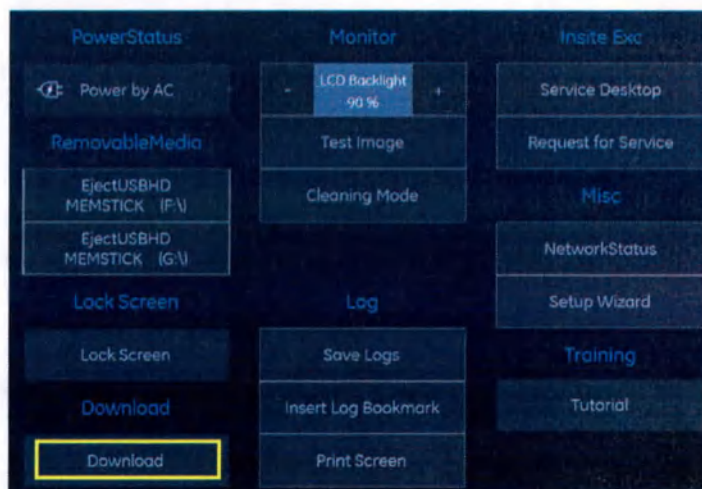

Рис. 14-29. Нажатие кнопки загрузки
- Нажмите кнопку **Download** (Загрузить) в правой верхней части экрана (Рис. 14-29) или перейдите на страницу «About» (О приложении) и нажмите кнопку «Reload Software» (Перезагрузить программное обеспечение) (Рис. 14-30).